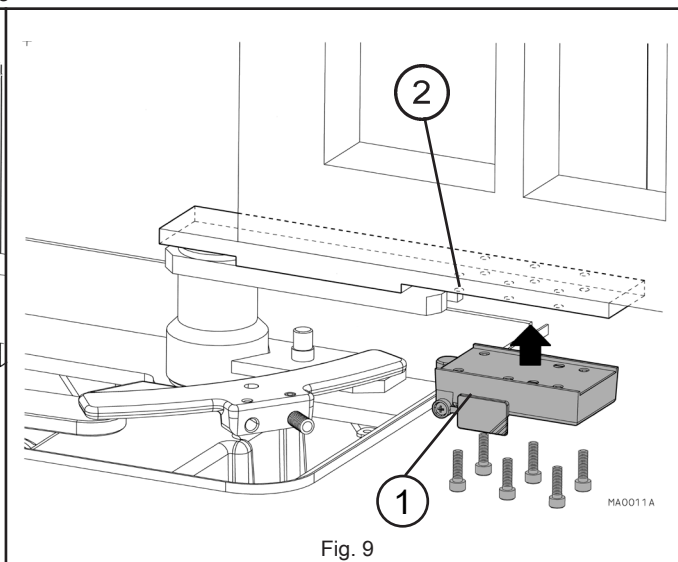

Fig. 9
- Montare lo sblocco manuale (1 fig. 9) fissandolo alla leva di supporto (2 fig. 9) con le sei viti in dotazione allo sblocco.
- Install the manual release (1 fig. 9) by fixing it to the support lever (2 fig. 9) with the six screws provided with the release.
- Смонтировать ручное разблокирование (1 рис. 9), закрепив рычаг суппорта (2 рис. 9) шестью винтами из комплекта для разблокирования.